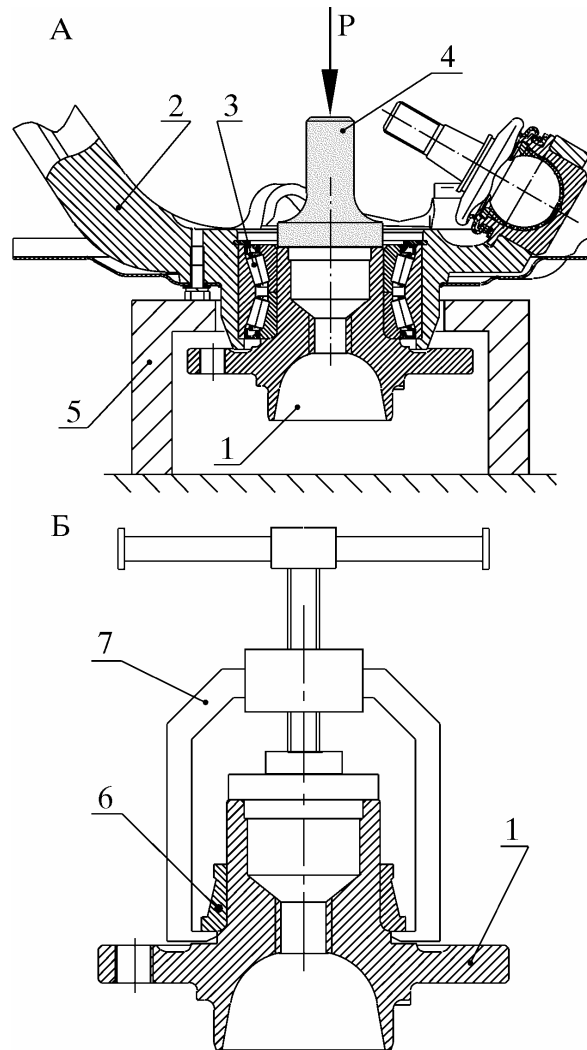

Рис. 6. Выпрессовка ступицы колеса из подшипника поворотной стойки и спрессовка внутреннего кольца подшипника со ступицы:
- 3.4. Приспособление и оправка технологические - для выпрессовки ступицы из подшипника. (рис. 6).
- 3.5. Съёмник технологический - для спрессовки внутреннего кольца подшипника со ступицы (рис. 6).
4.10. Снять ступицу 1 (рис. 6) колеса